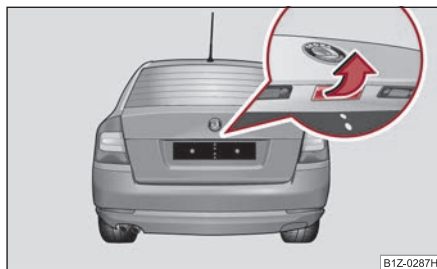

Fig. 46 Mânerul capacului portbagajului
- Apăsați asupra profilului de prindere ⇒ fig. 46 și ridicați simultan capacul portbagajului.